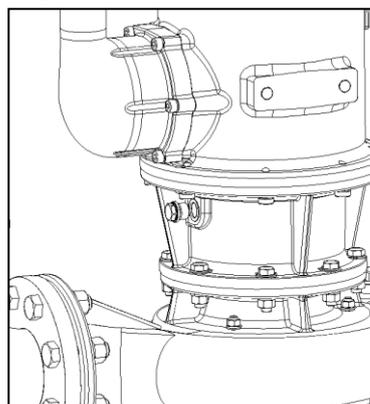

Figure 11
4. Fermer la vis de fermeture (34 Nm) et boucher avec du matériau d'étanchéité adéquat (figure 11).